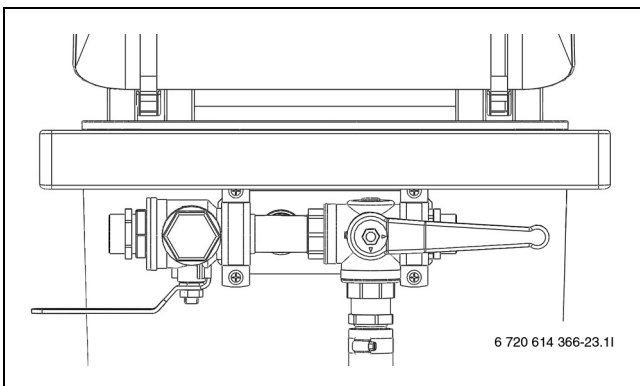

Bild 27 Befüllstation in Befüllposition
- Ventile der Befüllstation auf die Befüllposition stellen und Kreis mit Sole befüllen (→ Bild 27).